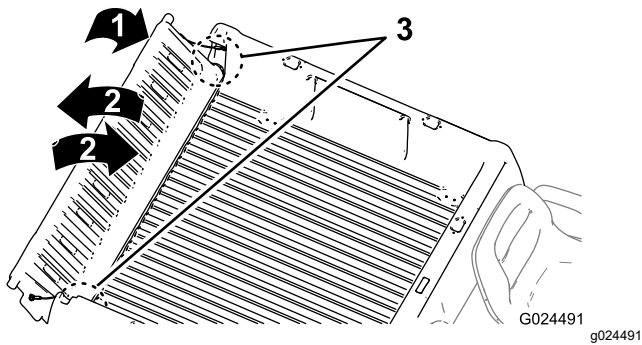

図 16
2. テールゲートを45°程度の角度にする 図 16。
3. この位置から、テールゲートを小刻みに前後に振るように数回往復させる図 16。